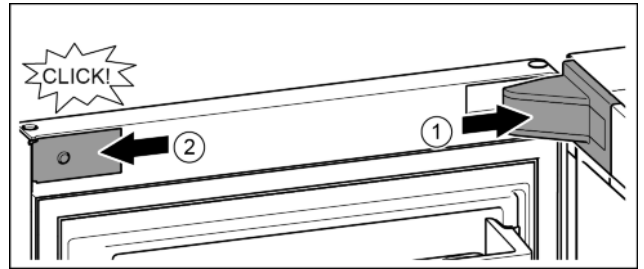

Fig. 24
- ▶ Встановіть та зафіксуйте кришку опорного кронштейна, у разі необхідності — обережно розтисніть. *Fig. 24 (1)*
- ▶ Встановіть збоку і зафіксуйте накладку. *Fig. 24 (2)*